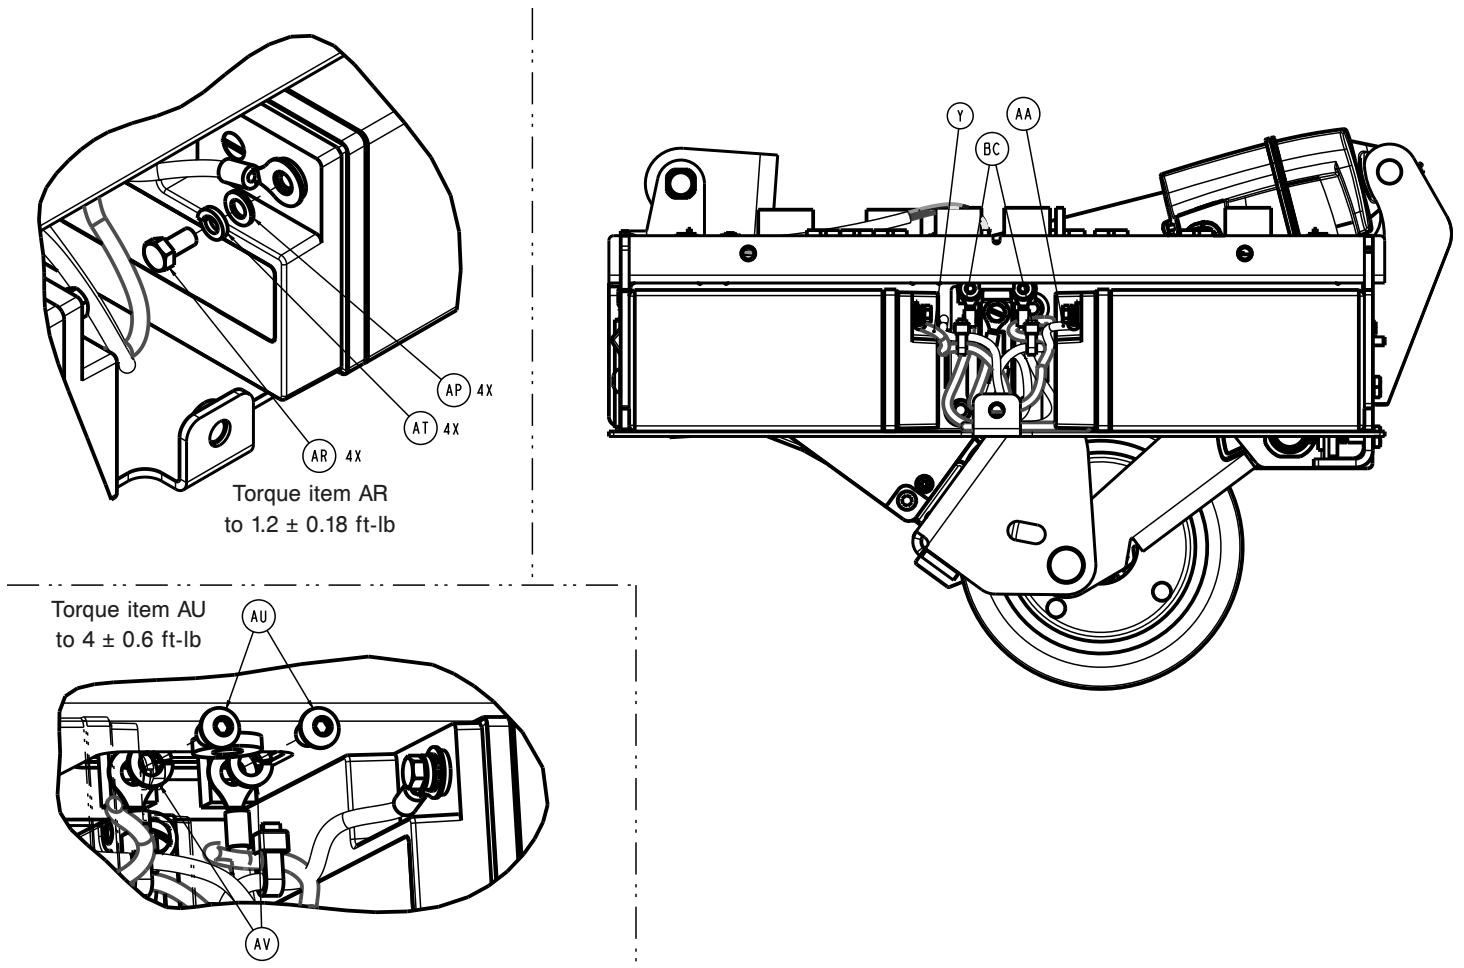

Figure 68 – Retrait des batteries
11. À l'aide d'une douille de 5/16 po et d'une clé à cliquet, retirer le boulon (AR), la rondelle d'arrêt (AT) et la rondelle plate (AP) qui fixent le fil positif (rouge) et le fil négatif (noir) à la batterie (Figure 68). Conserver le boulon et les rondelles. Répéter pour l'autre batterie.
17. À l'aide d'une clé à six pans de 5/32 po, retirer les deux vis (AU) et les rondelles d'arrêt (AV) des fils de batterie pour retirer la carte (Figure 68).